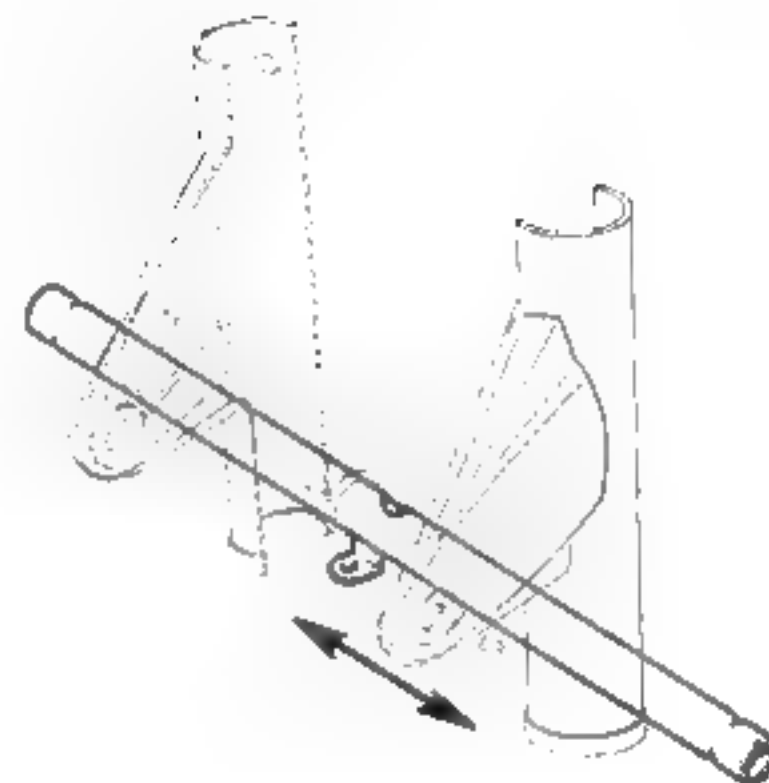

Fig. 1
- Dévisser les deux graisseurs et écarter les pattes de phare sur ■ support clignotants (fig. 1).